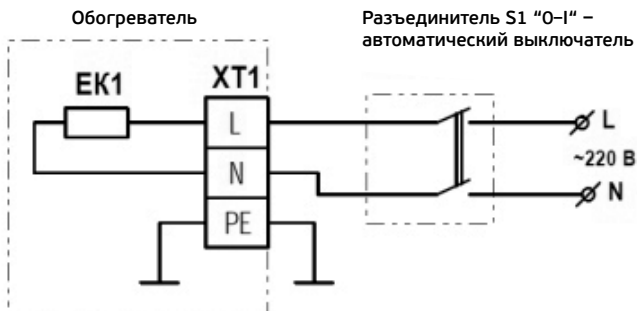

Рис. 3
4. В соответствии с рис. 3 и таблицами 3 определите место установки обогревателя на потолке или потолочных конструкциях с соблюдением минимальных расстояний от предметов и минимального расстояния от пола.